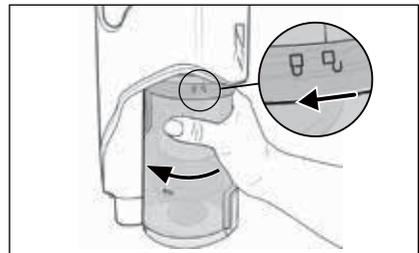

Fig. 17
- 2) Para desmontar el depósito de polvo **7** del aparato, gírelo hacia el símbolo  hasta que pueda retirarse del aparato (consulte la fig. 17).